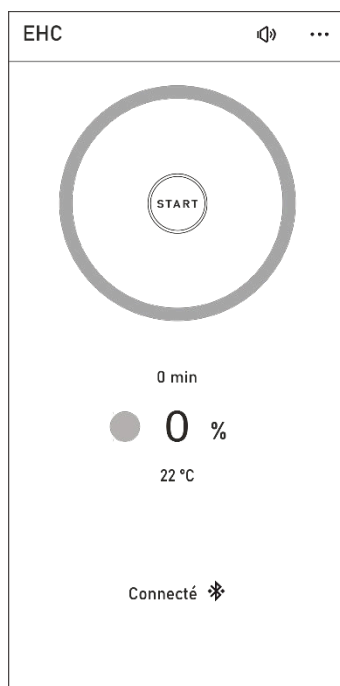

Fig. 9 – STAND BY MODE
- Lorsque la température descend en dessous d'une valeur sûre, l'EHC ferme la commande d'air et passe en état de STAND BY (la LED s'éteint, l'application est grise) – Fig. 9.
Note: Si le poêle n'est pas encore en état STAND BY (Fig. 9) et qu'il y a beaucoup de résidus de bois incandescent, vous pouvez charger du bois, voir **Questions, conseils et astuces**, page 20, no. 2. Nous vous toutefois recommandons d'utiliser de petites bûches.